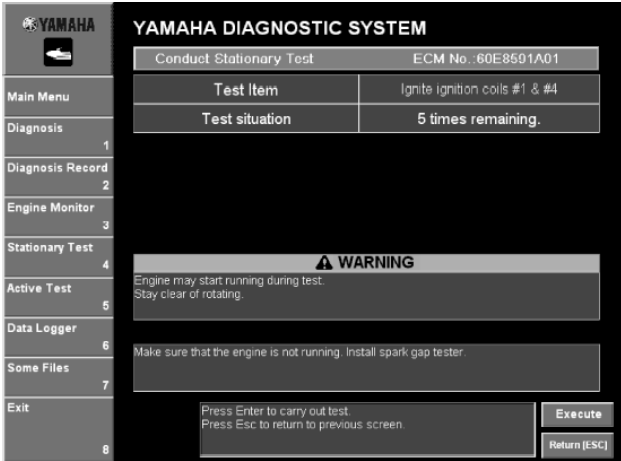

Рис. 67
- Щелкнуть **Выполнить(Execute)** или нажать клавишу Enter клавиатуры. (Рис. 67)